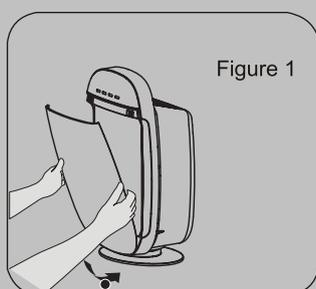

Figure 1
1. Retirer le panel, placer le purificateur d'air en position droite, tenir les encoches dans les côtés latéraux du panel avec les deux mains, le tirer doucement vers votre côté et retirer le panel avant. Soulever la boucle inférieure et le retirer depuis la base. (Comme illustré à la figure 1)